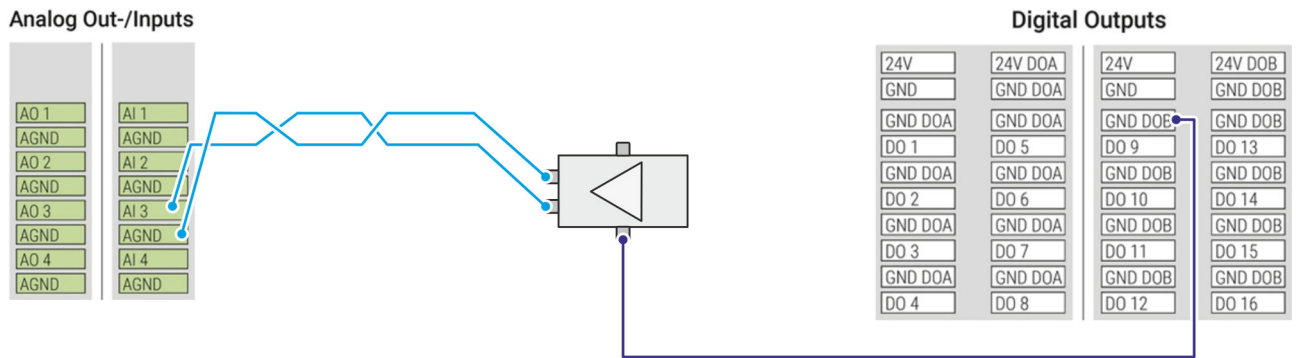

Abb. 78 Analogsensor über Analogeingang verbinden (exemplarisch)
01. Beim Verbinden eines Analogensors über den Analogeingang die exemplarische Konfiguration in Abb. 78 beachten.